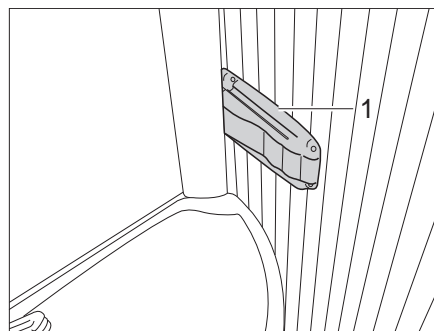

Fig. 249 Inodoro Vario, bloqueo de la pared de la ducha
- Apretar el bloqueo (Fig. 249,1), a la derecha, en el borde del lavabo y tirar levemente del lavabo. El lavabo se mueve con la pared dorsal hacia delante.